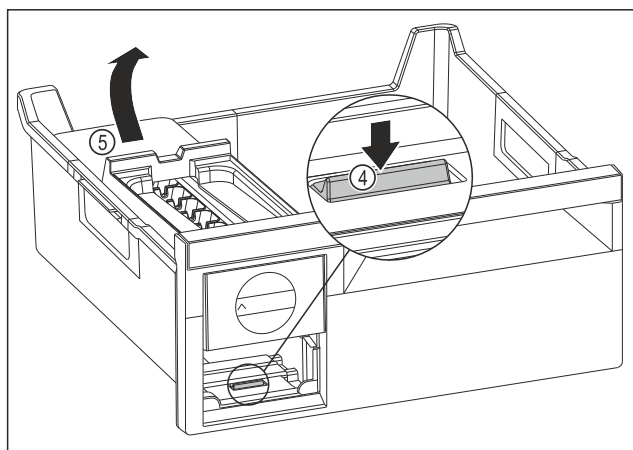

Fig. 106
- ▶ Извлеките корпус EasyTwist-Ice: Надавите пальцем вниз на накладку Fig. 106 (4) и одновременно другой рукой поднимите корпус EasyTwist-Ice Fig. 106 (5) сзади.